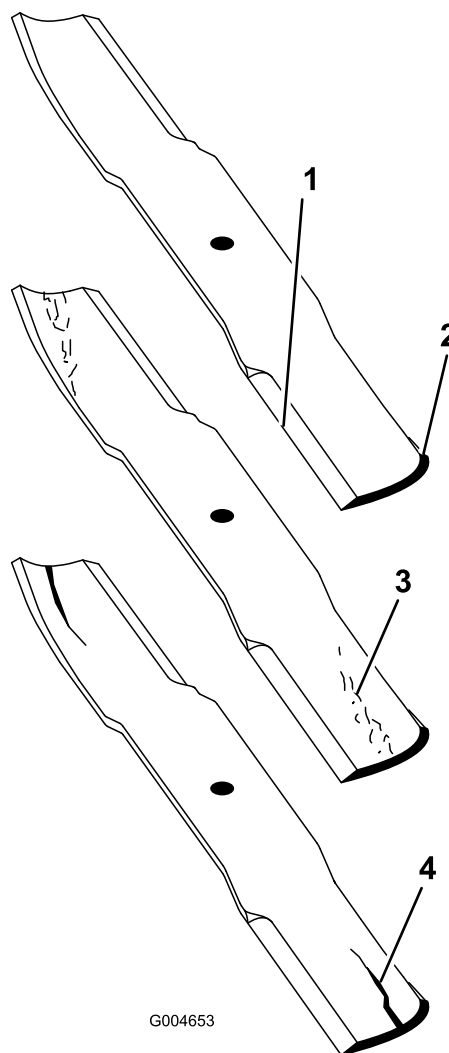

Figura 21
1. Controllate i taglienti (Figura 21). Se i taglienti non sono affilati o mostrano delle tacche, togliete le lame e affilatele. Vedere Affilatura delle lame.
2. Controllate le lame, in particolare la costa (Figura 21). In caso di danni, usura o scanalature nell'area (Figura 21), montate immediatamente una nuova lama.